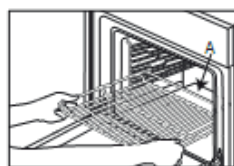

Fig. 1A
1. Introduza a grelha metálica na horizontal, com a parte "A" virada para cima (fig. 1A, fig. 1B)